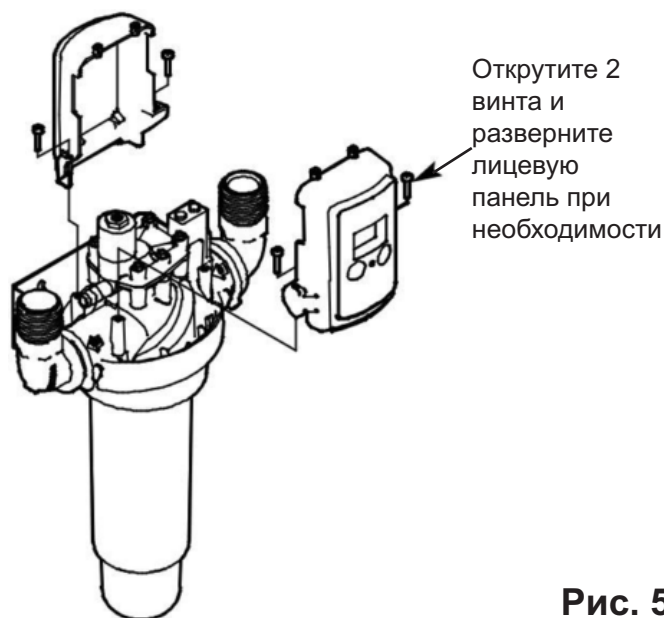

Рис. 5
2. С помощью крестовой отвертки выкрутите 2 винта, которые прикрепляют лицевую панель к верхней части фильтра (см. Рисунок 5).